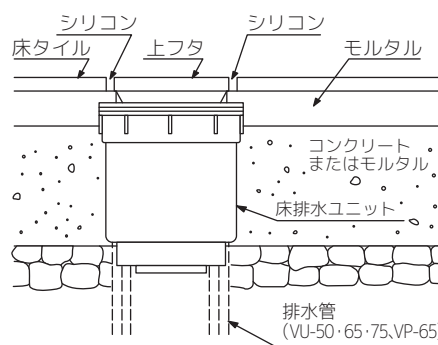

図1
①床排水ユニットを仮据えし、床排水ユニット上面に水準器等をあてて、水平レベル出しをおこなってください。
- △注意** ②排水管の内面もしくは外面に接着剤を塗布し、床排水ユニット（トラップ排水口）を落し込んでください（図1）。
排水ユニット周囲と仕上げ材の間に、ある程度のすき間を設けるように床仕上げをおこない、すき間はシリコンでコーキングしてください（図1）。